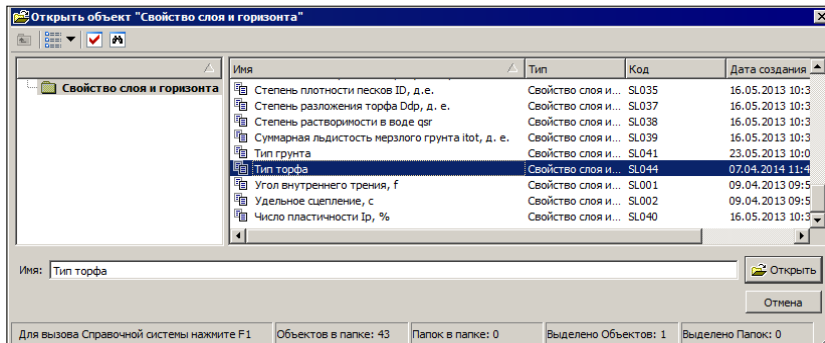

Рис. 7.5
- Кнопка в поле параметра **Выбор свойства для определения типа торфа** открывает диалог, в котором необходимо выбрать семантическое свойство *Тип торфа* (рис. 7.5).